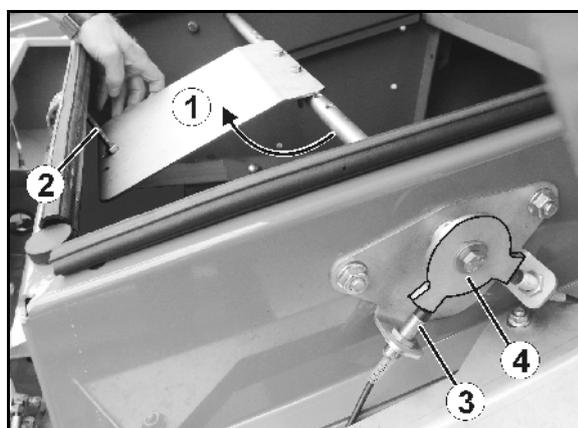

Fig. 80
3. Comprobar la suavidad de movimiento de la compuerta reguladora (Fig. 80/1) y, en caso necesario, reajustar los anillos.
El tope de la compuerta reguladora se ajusta mediante el tornillo (Fig. 80/2). Si la compuerta reguladora está girada hacia afuera hasta el tope, el disco impulsador (Fig. 80/4) debe cubrir el sensor (Fig. 80/3).